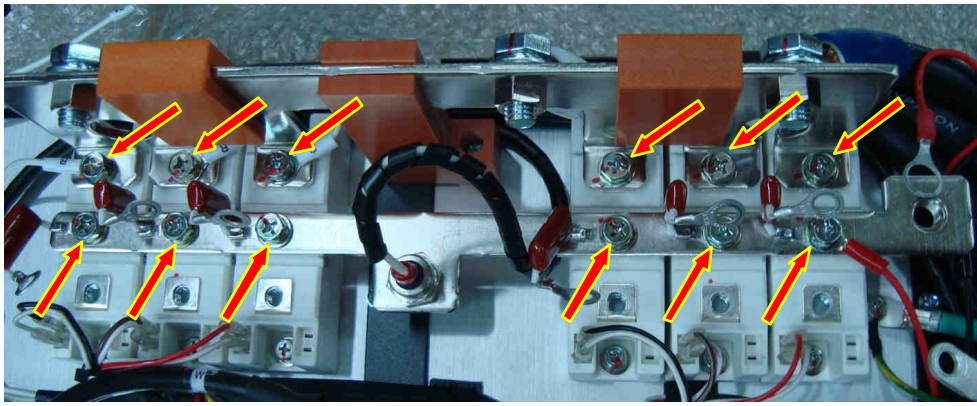

Рис. 6.29.
6.17.1. Выкрутить 6 винтов крепления шины «+» входных диодно-тиристорных модулей и балластных конденсаторов (рис. 6.29) и 6 винтов крепления входных шин «R», «S», «T» Положить винты и балластные конденсаторы в тару.